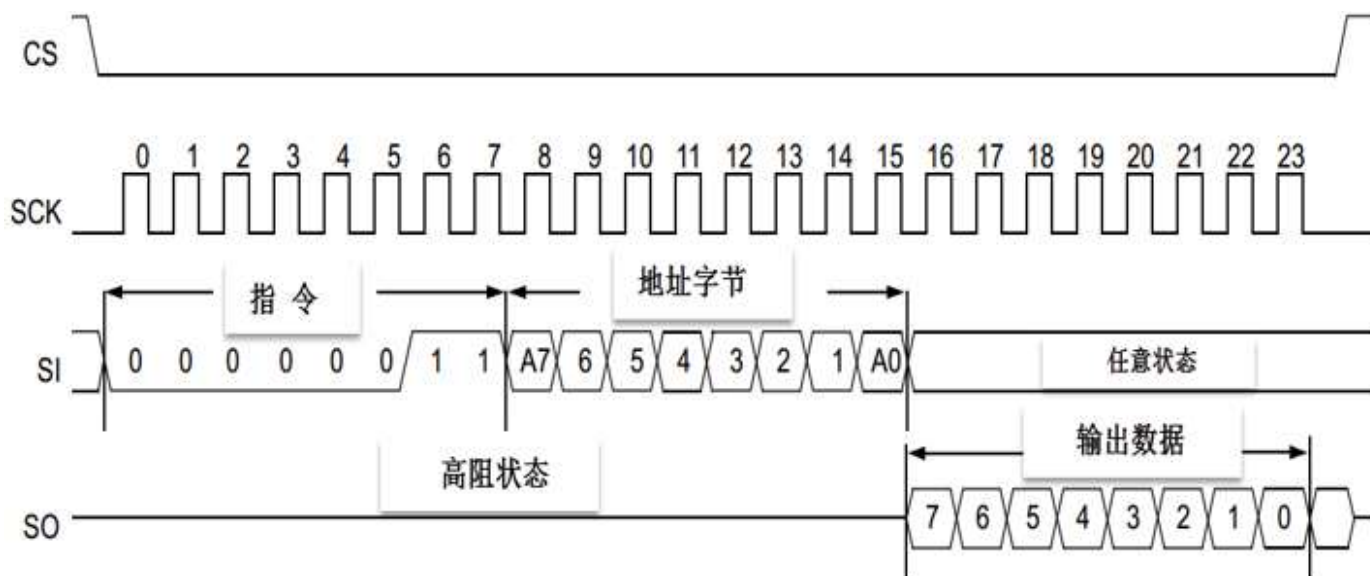

图13.4 SPI读时序图
(4) 指定地址字节读的实现：图13.4是MCP2515芯片手册给出的读时序图。